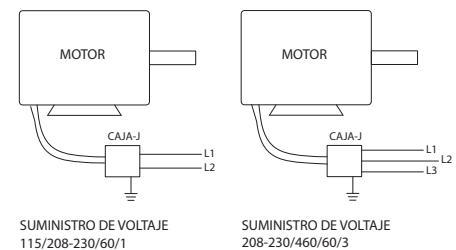

Figura 3 – Diagrama de una Instalación Eléctrica Típica
**NOTA:** Consulte la Figura 3 para ver el diagrama de la instalación eléctrica.
- Monte y conecte el interruptor de desconexión segura en el bastidor motriz o fuera de la tapa de la base de montaje fija y conecte el motor según el diagrama de cableado del motor. Conecte los interruptores de control a nivel del suelo. Consulte la Figura 3 anterior para conocer el diagrama de cableado.